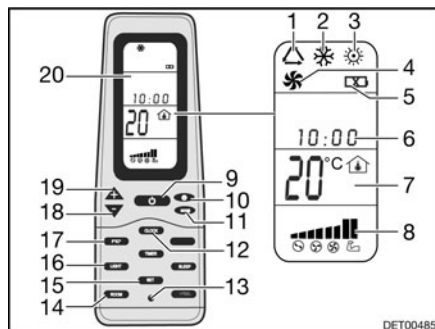

Fig. 162 Télécommande
- Appuyer sur la touche ON/OFF (Fig. 162,9).
- Appuyer sur la touche "Mode" (Fig. 162,11) autant de fois que nécessaire pour que le mode de fonctionnement souhaité (Fig. 162,1, 2, 3 ou 4) s'affiche à l'écran (Fig. 162,20).
- Régler la température désirée à l'aide des touches "+" (Fig. 162,19) et "-" (Fig. 162,18).
- Sélectionner le niveau de ventilation souhaité à l'aide de la touche de vitesse du ventilateur (Fig. 162,10).